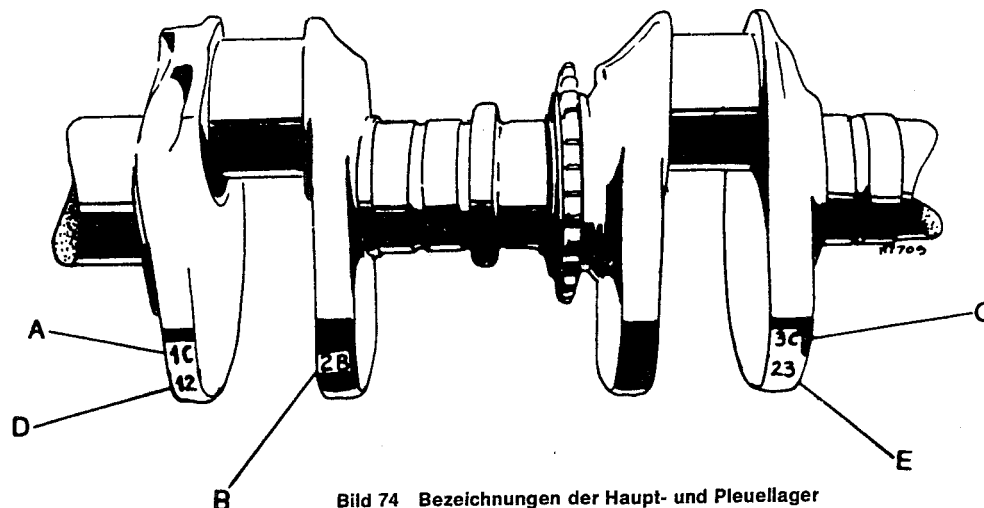

Bild 74 Bezeichnungen der Haupt- und Pleuellager
- Halten Sie sich beim Ersetzen der Lagerschalen an die Angaben über den Sitzdurchmesser der Pleuelstange (eine in die bearbeitete Fläche der Pleuelstange eingeschlagene Zahl) und den Durchmesser des Hubzapfens (Zahl auf der angrenzenden Kurbelwange; Bild 74 und untenstehende Tabelle).
75) und der Durchmesser der Hauptlagerzapfen (Bild 74) gekennzeichnet ist. Die Auswahl der Lager erfolgt nach der untenstehenden Tabelle.